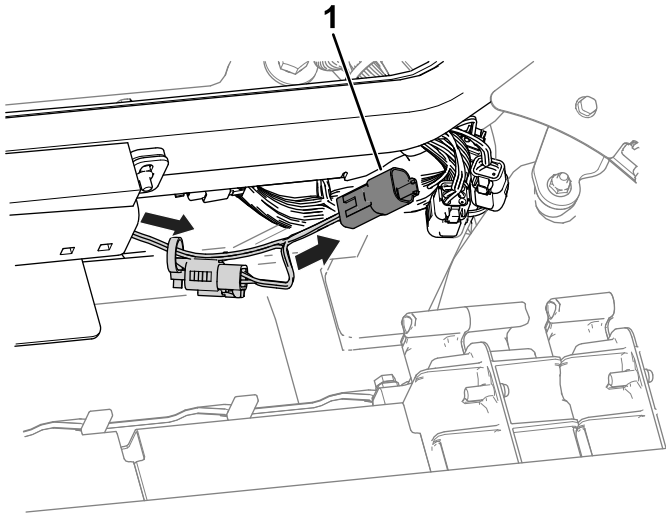

**Figure 4**
- Fixez le faisceau de câblage sur le cadre avec un attache-câble et une fixation enfichable (Figure 4).